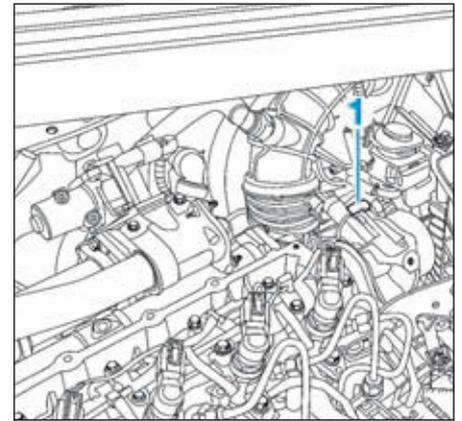

FIG.86
- Débrancher le tuyau de dépression (1) de la pompe à vide (Fig.86).